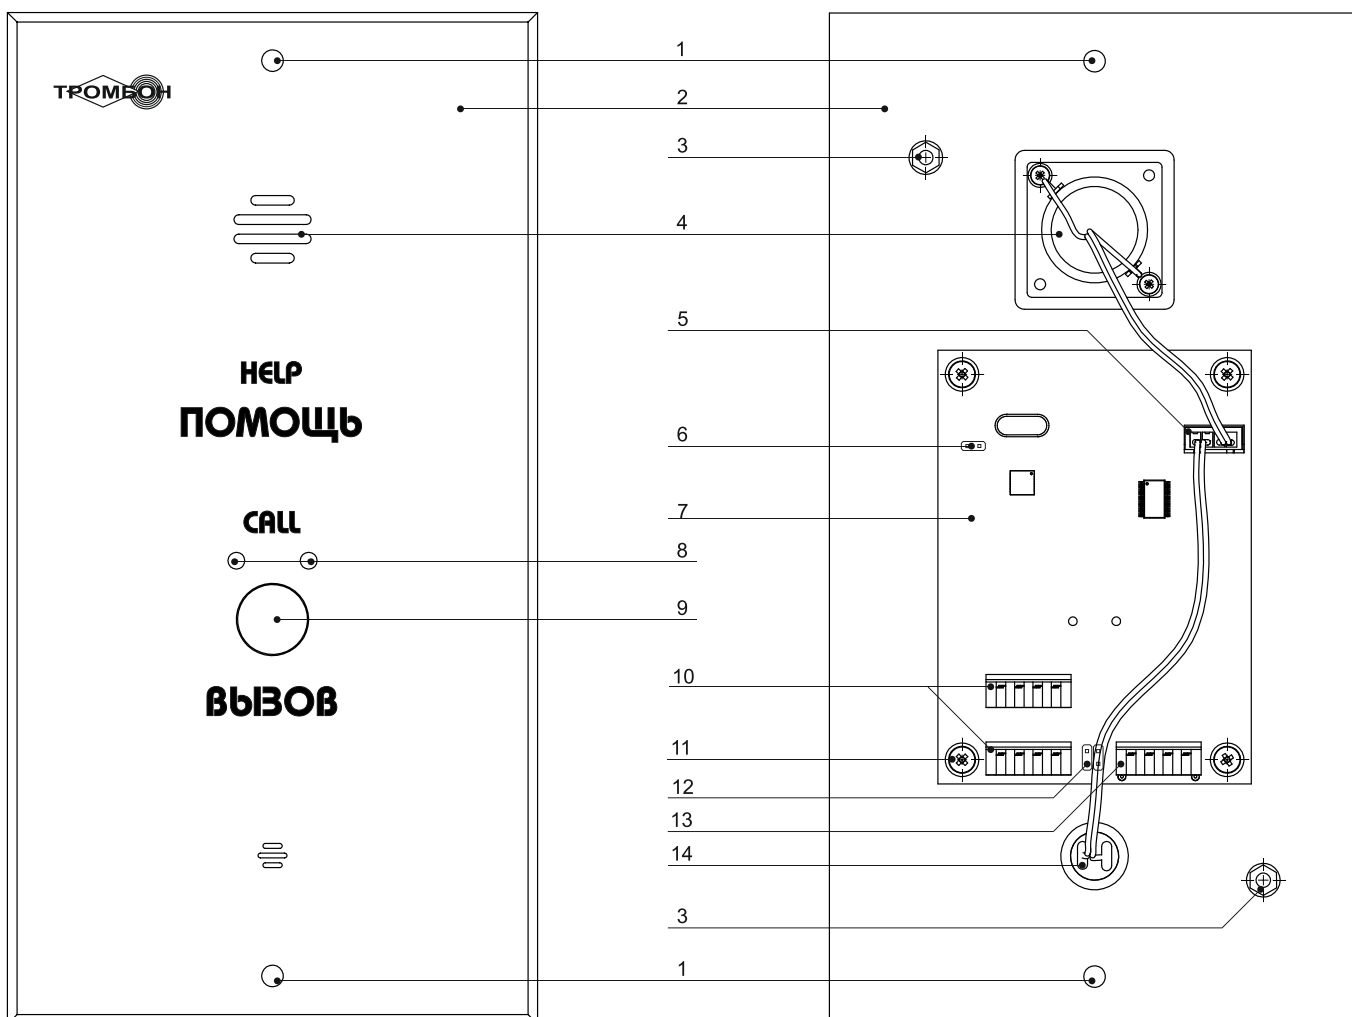

Рис. 1. Внешний вид «Тромбон СОРС-АВУ-В/В1» и вид на АВУ сзади, со снятой крышкой.
2). Снимите крышку АБУ. Подключите к разъемам рис. 1, поз. 10 линии связи с ЛБС и другими АБУ системы. АБУ подключаются к линии связи с ЛБС последовательно, соединений типа «звезда» на одной линии не допускается. Для удобства подключений АБУ имеет два разъема, контакты которых соединены параллельно. К одному разъему подключается линия связи от ЛБС или предыдущего АБУ в линии, ко второму – линия связи со следующим АБУ. Схема подключения указана в приложении 2.
3). Подключите оплетки линий связи, подходящей от ЛБС и исходящей к следующему АБУ, под винт рис. 1 поз. 11 (допускается подключение оплеток линий связи под винт крепления крышки рис. 1 поз. 3).
4). Включите согласующие резисторы у последних АБУ в каждой линии. Включение резистора выполняется перестановкой перемычки рис. 1, поз. 12 на левую пару контактов.
5). Подключите к разъему рис. 1, поз. 13 устройства помощи МГН. Схема подключения представлена в приложении 3.
6). Подключите кабель от микрофона и динамика к разъему на плате АВУ, см. рис. 1, поз. 5.
7). Наденьте на стойки, см. рис. 1, поз. 3 крышку АВУ. Подключите к одной из стоек экранирующие оплетки кабеля линий связи (если ранее не подключили к винту поз. 3). Закрепите крышку АВУ профильными гайками.
При изменении конфигурации системы или установке в систему ранее использованного АВУ, необходимо выполнить смену его адреса на заводской (по умолчанию). Только после этого возможно запрограммировать это АВУ в систему. Для смены адреса на заводской необходимо на клеммы АВУ рис. 1 поз. 3 установить перемычку, после этого подать питание на АВУ. Адрес АВУ будет заменен на заводской. После этого необходимо снять перемычку и запрограммировать АВУ в систему.